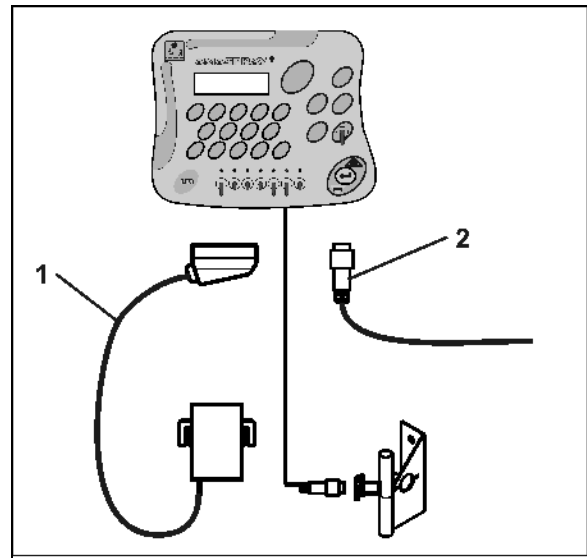

Fig. 3
1. Conectar la máquina montada o enganchada al tractor usando el enchufe (Fig. 3/1).
Conectar al AMASPRAY+ el cable de señalización proveniente del enchufe de señales del tractor o del sensor X (Fig. 3/2).